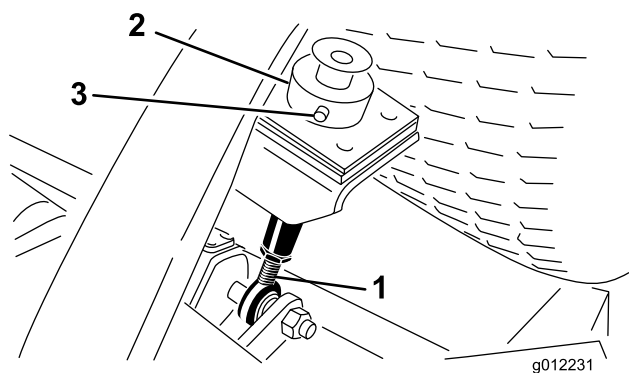
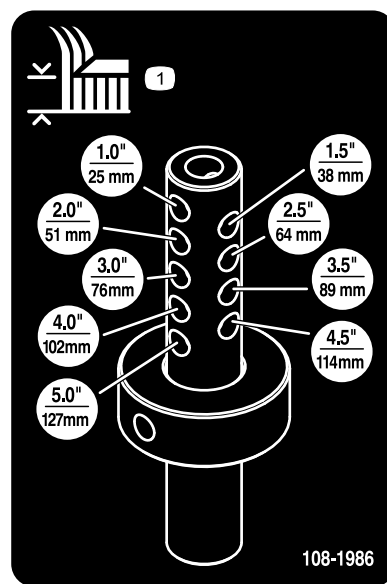

図 8
図 9
5. カuttingユニット後部で、刈高ロッドに刈高カラーを固定しているヘアピンとクレビス・ピンを外す (図 8)。
6. 刈高カラーを、刈高ロッドにある希望する刈高の穴に合わせる (図 8 と 図 9)。